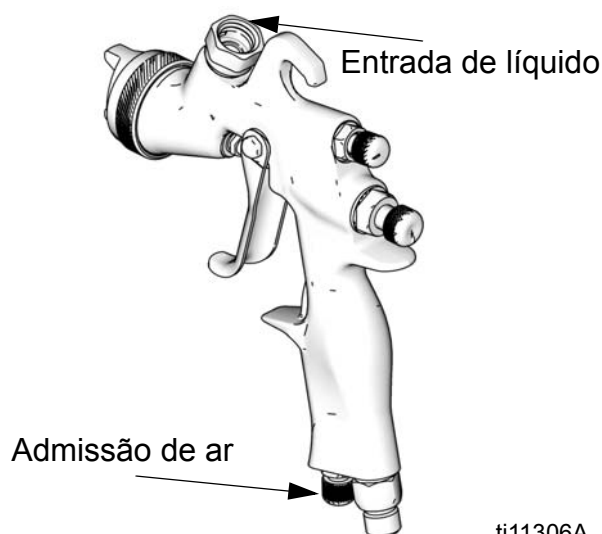

FIG. 1
4. Ligue uma fonte de ar limpo, seco e filtrado ao acessório de admissão de ar. Consulte FIG. 1.